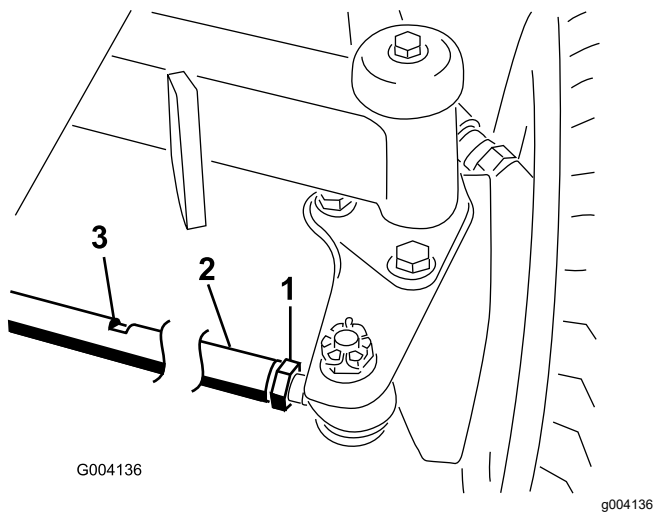

Figure 92
1. Desserrez l'écrou de blocage à chaque extrémité de la biellette (Figure 92).